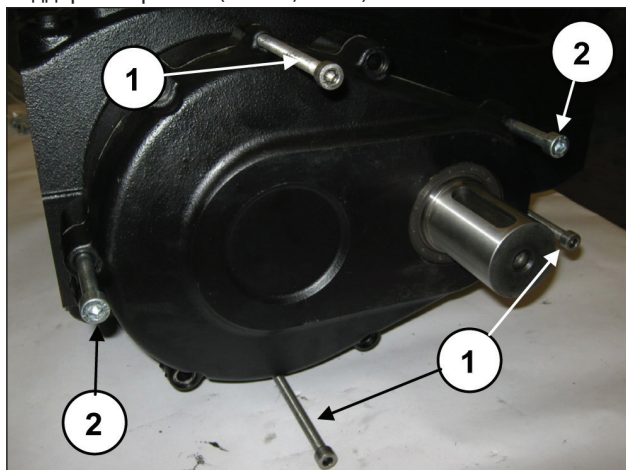

Рис. 5
Установите 3 штифта или резьбовых винта М8 (поз. ①, Рис. 5) с функцией съемников в соответствующие отверстия, и два винта М10 достаточной длины для поддержки крышки (поз. ②, Рис. 5).